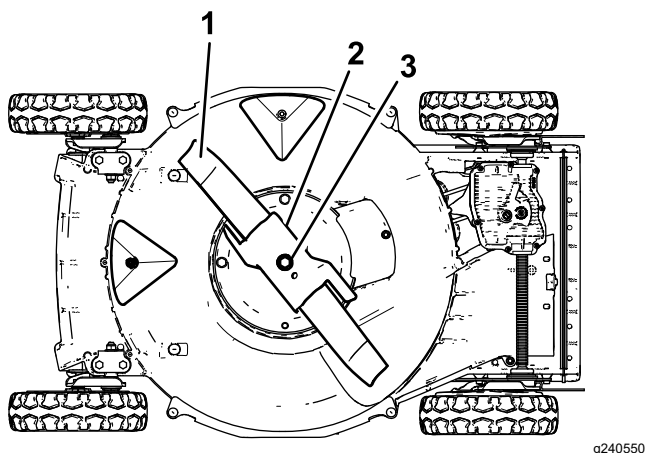

Figure 22
3. Basculez la machine sur le côté, comme montré à la Figure 22.